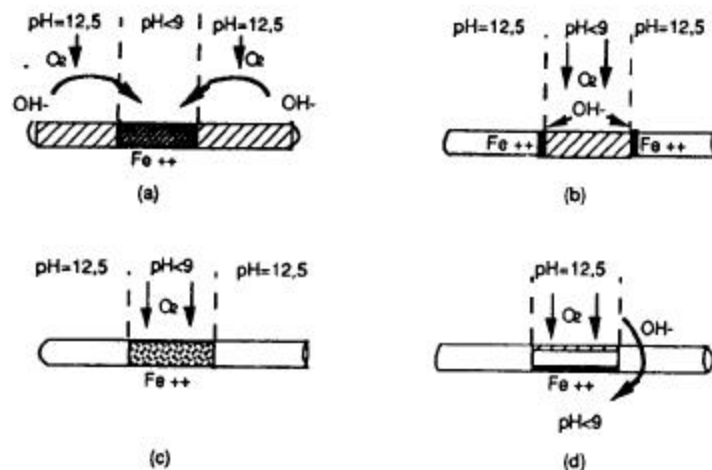

Fig 2.112 - Dépassivation des aciers d'armature suite à la carbonatation du béton
- **Il est important d'éviter la macro-fissuration** du béton ainsi que la présence de vides importants qui peuvent permettre que l'acier soit atteint plus facilement par des zones carbonatées (Fig 2.112).